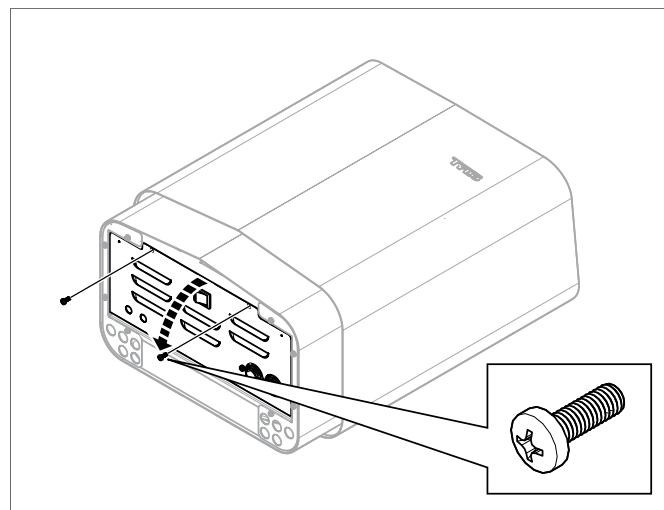

Рисунок 5: Откройте/закройте люк
2. Ослабьте винты и откройте люк (см. **Рисунок 5**, страница 3).
13. Закройте люк и закрутите винты (см. **Рисунок 5**, страница 3).